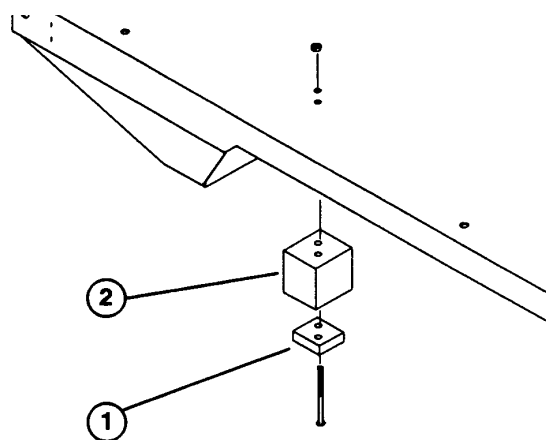

Fig. 7
6. Montare i blocchi distanziali ed i nuovi distanziali a scatola sotto il pianale utilizzando le nuove viti a ferro più lunghe e i controdadi (Fig. 7).